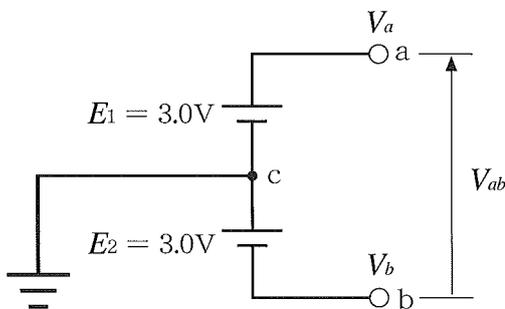

図1
(3) 図1の回路において、a点の電位 V_a 、b点の電位 V_b 、およびa-b間の電位差 V_{ab} の正しい組み合わせはどれか。